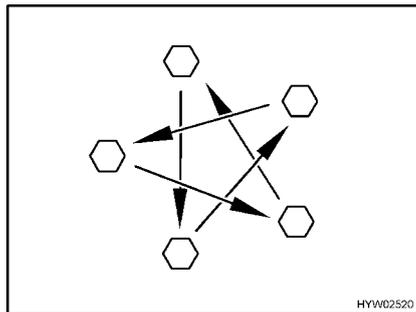

Fig. 303 Apretar las tuercas o los tornillos de las ruedas en forma de cruz
- Comprobar periódicamente que las tuercas o tornillos de las ruedas estén firmemente apretados. Volver a apretar las tuercas de rueda o los tornillos de rueda de una rueda cambiada después de 50 km (Fig. 303). Par de apriete, véase apartado 14.5.2.
- Al utilizar llantas nuevas o recién pintadas, reajustar además las tuercas o tornillos después de 1 000 a 5 000 km aprox (Fig. 303).
- ▷ Apretar en forma de cruz las tuercas o los tornillos de las ruedas (Fig. 303).